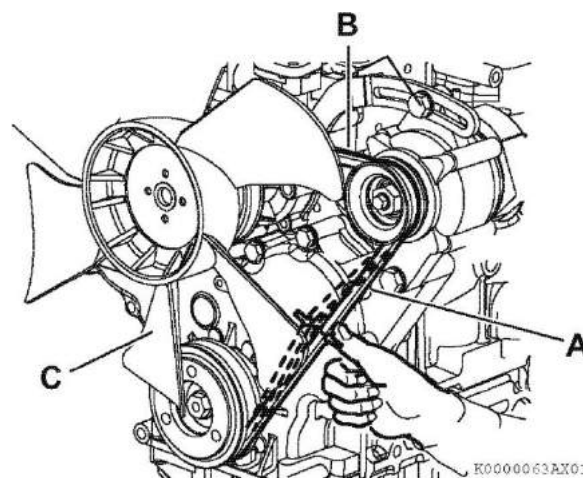

Рисунок 36
- В случае необходимости, отрегулируйте натяжение клинообразного ремня. Ослабьте регулировочный болт, болты и/или гайки крепления (Рисунок 36 (1)) и другие связанные болты и/или гайки, затем переместить генератор (Рисунок 36 (2)) монтировкой (Рисунок 36 (3)) и повернуть его относительно оси крепления в положение, при котором установится требуемое натяжение ремня. После это затянуть регулировочные болты и/или гайки крепления.